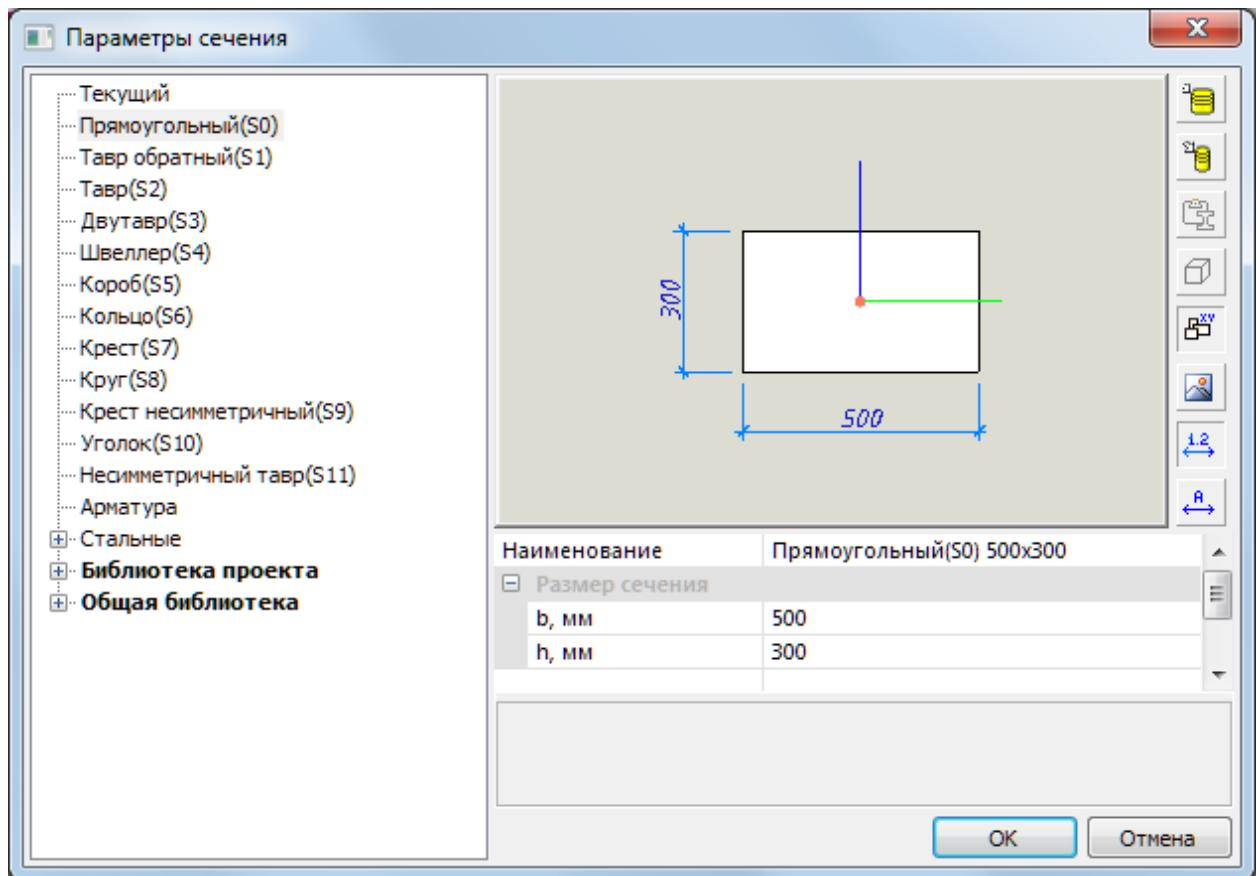

Рис.3.8 Диалоговое окно **Параметры сечения**
- Вызовите диалоговое окно **Параметры сечения** (рис.3.8) щелчком по кнопке в строке свойств инструмента Балка.